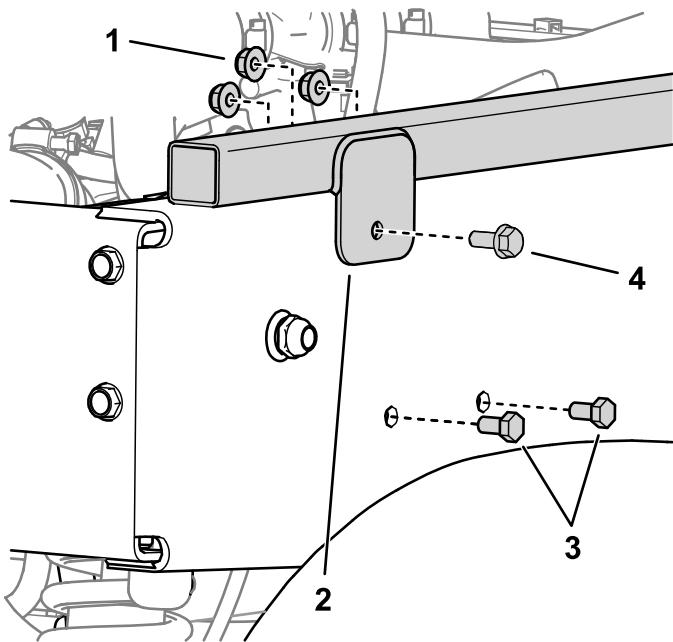

図 12
- 機体の右側で、ソレノイドブラケットを外してドリルの邪魔にならないようにする図 12。
- 側面用荷台スペーサーアセンブリの取り付けタブを型紙として使用して荷台フレームアセンブリにドリルで穴を開け、短いボルトとナットでフレームアセンブリを固定する図 12。